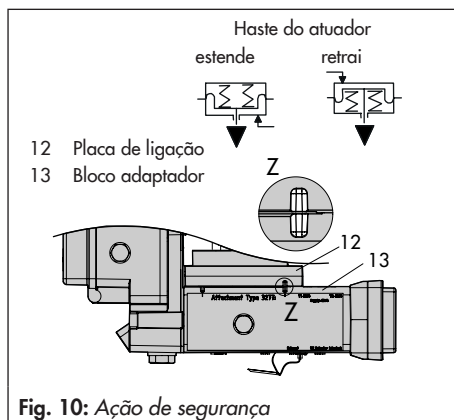

Fig. 10: Ação de segurança
7. Insira os parafusos (13.1) através dos orifícios intermédios do bloco adaptador (13).
8. Coloque a placa de ligações (12) em conjunto com o vedante (12.1) nos parafusos (13.1) de acordo com a ação de segurança "haste do atuador estende" ou "haste do atuador retrai". A ação de segurança aplicada é determinada alinhando a ranhura do bloco adaptador (13) com a ranhura da placa de ligações (12) (Fig. 10).